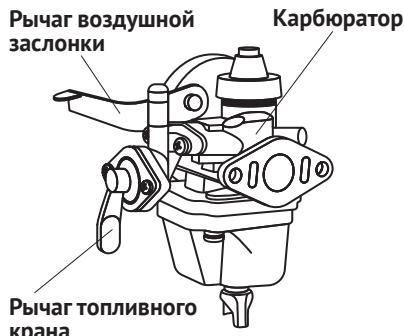

Рис. 5
Рычаг воздушной заслонки (рис. 5, 6) открывает и закрывает воздушную заслонку карбюратора. Когда рычаг находится в положении «CLOSE», происходит обогащение горючей смеси для пуска холодного двигателя. Положение «OPEN» используется для работы двигателя после пуска и для повторного пуска прогретого двигателя.
2. Для пуска холодного двигателя установите рычаг воздушной заслонки (рис. 5, 6) в положение «CLOSE». Для повторного запуска прогретого двигателя оставьте рычаг воздушной заслонки в положении «OPEN».